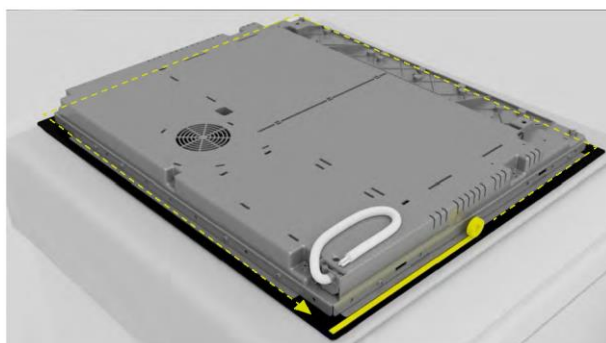

рис. 1
- Перед установкой убедитесь, что прокладка варочной панели установлена правильно (**рис. 1**).